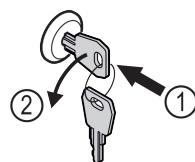

Fig. 159
- Zatlačte kľúč. Fig. 159 (1)
- Otočte kľúč o 90° v protismere hodinových ručičiek. Fig. 159 (2)